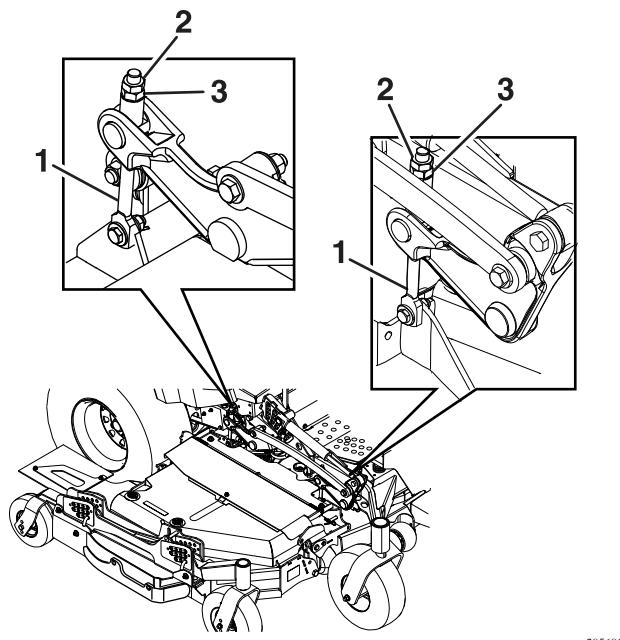

Figure 62
1. Réglez la hauteur – tournez la vis de réglage dans le sens horaire pour augmenter la hauteur et dans le sens antihoraire pour la diminuer. Desserrez les écrous de blocage au sommet de chaque dispositif de réglage du tablier. Ajustez précisément le dispositif de réglage du tablier avant en le tournant pour obtenir la hauteur correcte pour les pointes de lames avant gauche et droite du tablier central (voir Figure 62).